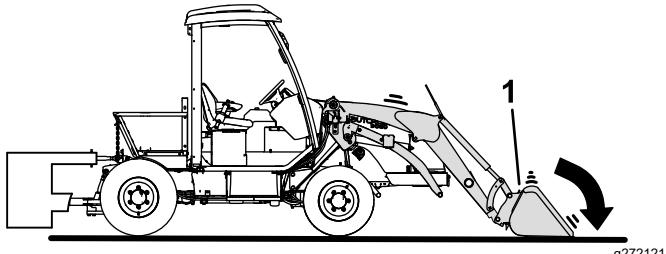

Figure 46
2. Déléstez le verrou de chaque bras de chargeuse en faisant pivoter la chargeuse légèrement en avant et en l'abaissant au sol (Figure 46).